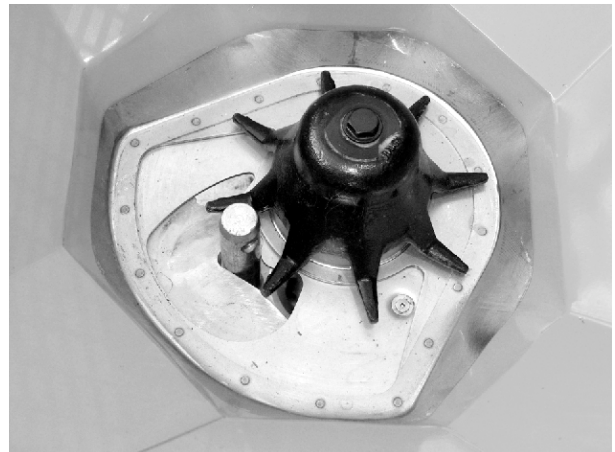

Abb. 61: Unterlenkerbolzen in Dosieröffnung
- ✓ Der Dosierschieber ist leicht gegen den Bolzen gedrückt. Siehe *Abb. 61 Unterlenkerbolzen in Dosieröffnung*.